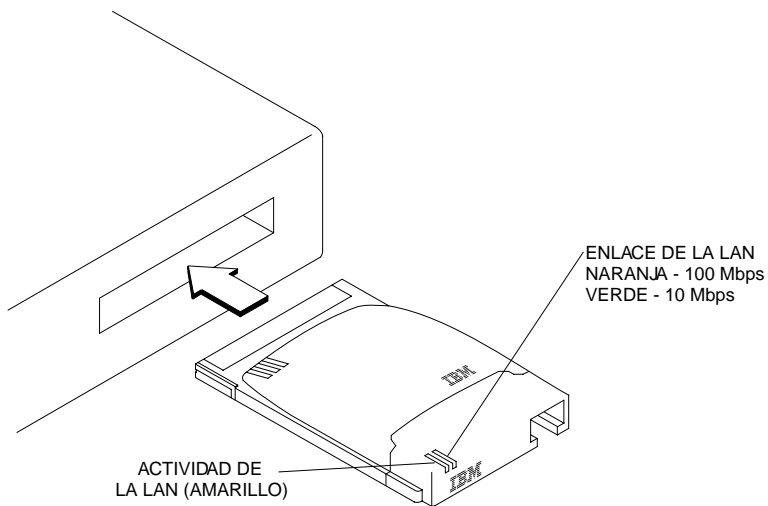

Figura 1. Inserción del adaptador en el sistema
1. Sujete el Adaptador EtherJet CardBus Ready Port por los bordes con la etiqueta de IBM hacia arriba y el conector ancho de PC Card junto a la ranura de inserción, como se muestra en la Figura 1 en la página 4.